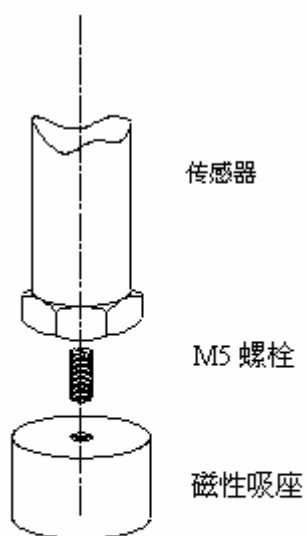

图 3-10
- 1) 通过螺柱将传感器固定在被测物体上：频响最好；(见图 3-10)；